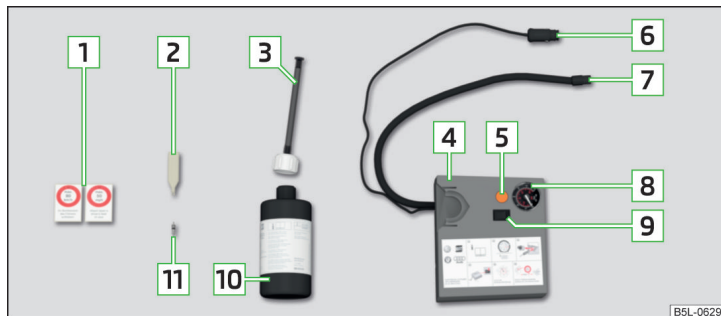

Рис. 187 Опис аптечки для ремонту шин
- Встановіть пристрій для вигвинчування золотника вентиля 2 » Рис. 187 на стор. 164 на золотник вентиля таким чином, щоб золотник увійшов в отвір пристрою.
- Кілька разів сильно струсіть балон 10 » Рис. 187 на стор. 164 .
- Щільно накрутіть шланг для накачування шини [7] » Рис. 187 на стор. 164 на вентиль шини.
- Наклейте відповідну наклейку [1] » Рис. 187 на стор. 164 на панель приладів в полі зору водія.